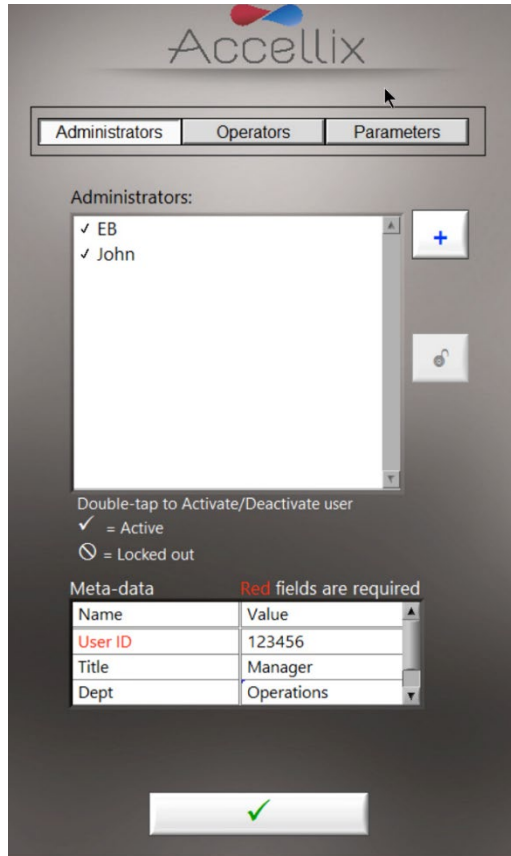

图 8：显示示例管理员用户 (含示例元数据) 的人员屏幕
1. 轻触 **Personnel** (人员) 图标 。显示 **Personnel** (人员) 屏幕 (图 8)：